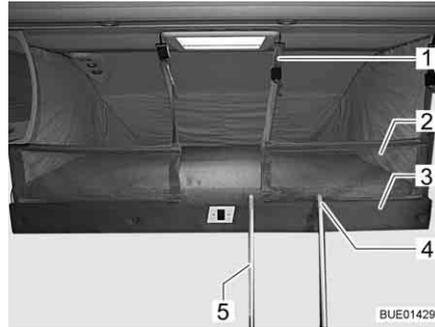

Fig. 125 Cama elevada con red de seguridad tendida
Si hay una red de seguridad (Fig. 125,2), esta se encuentra junto con los cinturones de retención en la cama elevada, debajo del colchón. Tender la red de seguridad cuando las personas ya se encuentren en la cama elevada.
- Enganchar los cinturones de retención (Fig. 125,1) en los ganchos del techo.
- Enganchar la escalera de peldaños (Fig. 125,5) con las dos horquillas (Fig. 125,4) en el agarradero (Fig. 125,3) de la cama elevada.